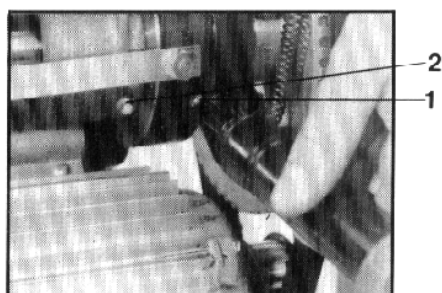

Рис.10.
- ⇒ Место нанесения смазки 1 для подшипника несущего вала (см. рис. 10)
- ⇒ Место нанесения смазки 2 для игольчатого подшипника (см. рис. 10)